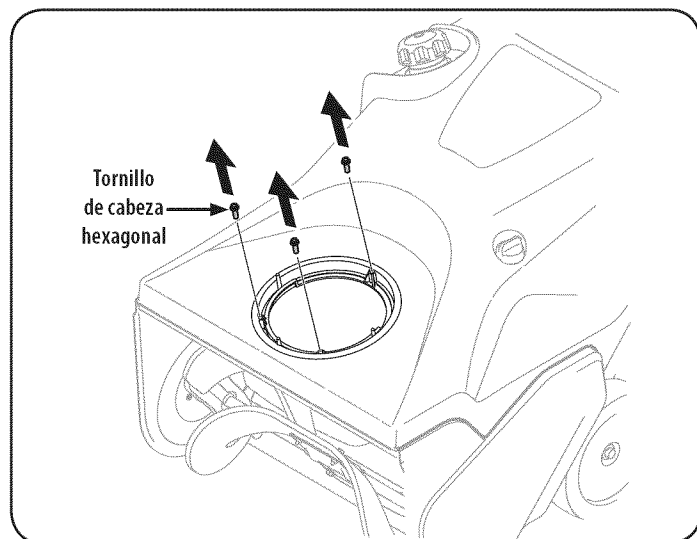

Figura 4
1. Extraiga los tornillos de cabeza hexagonal de la base del canal. Vea la Figura 4.